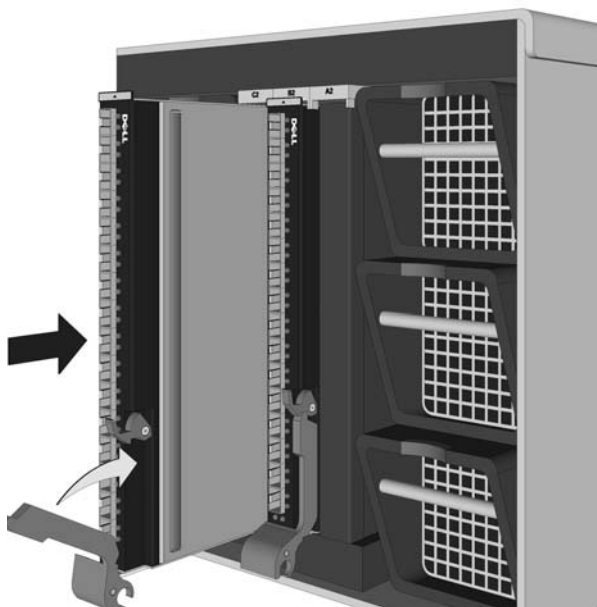

Figura 1-2. Instalação do módulo Pass-Through
- 5 Gire o braço de travamento para cima até ficar nivelado com o painel dianteiro e a parte superior do braço ficar assentada na trava, como mostrado na Figura 1-2, Instalação do módulo Pass-Through.